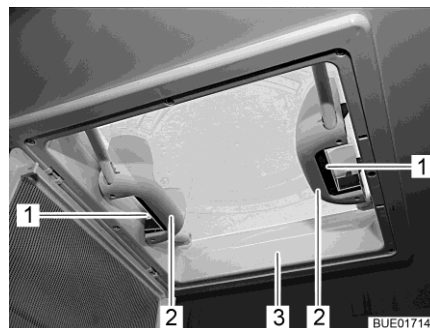

Bild 31 Handtag med snäpplås
- Tryck snäpplåset (Bild 31,1) mot takluckans insida (Bild 31,3). Tryck samtidigt takluckan uppåt med handtaget (Bild 31,2).
- Dra kraftigt ned takluckan (Bild 31,3) med de båda handtag (Bild 31,2) tills snäpplåsen (Bild 31,1) hakar i.